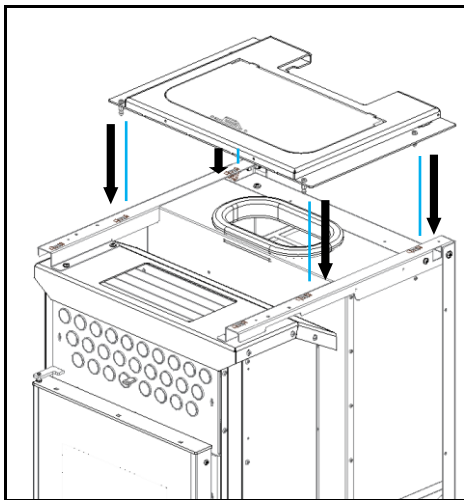

Figura 84 – Colocación tampón superior
a) Colocar la cabeza superior como se muestra en la Figura 84. Para asegurar que la tapa se coloca correctamente, contiene cuatro pasadores en la parte inferior que deberían participar los resortes que se encuentran en la estructura.